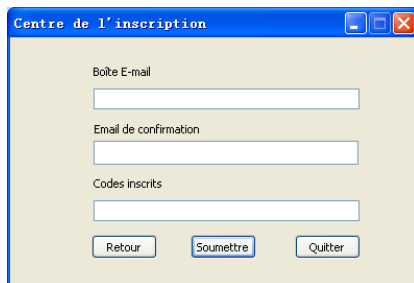

Figure 7-3
4. Après d'entrer le numéro de série, cliquez sur [Mise à jour] et entrez les informations suivantes. Cliquez sur [Soumettre]. (Figure 7-3)